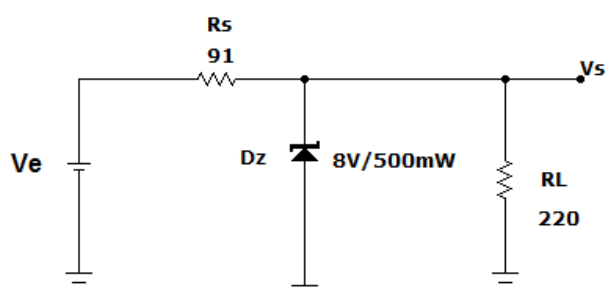

Figura 3.5: Circuito para exercício proposto 2
2) Para o circuito da figura 3.5 determine a faixa de V_e que manterá V_L em 8 V e não exceda potência máxima nominal do diodo Zener e não perca a regulação.